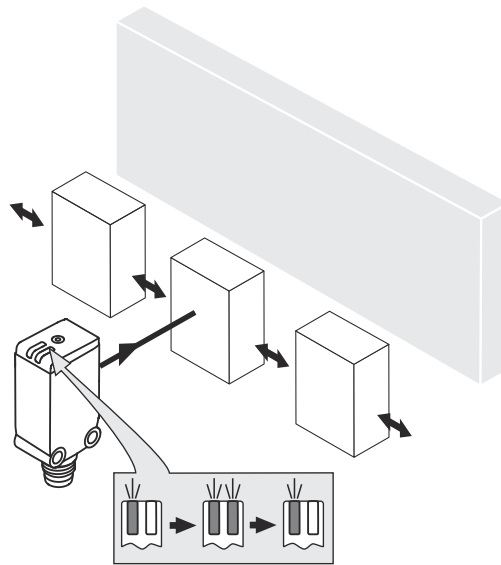

Figura 4: Dirección estándar
4. Tenga en cuenta la dirección preferente del objeto respecto al sensor, véase figura 4, página 46.